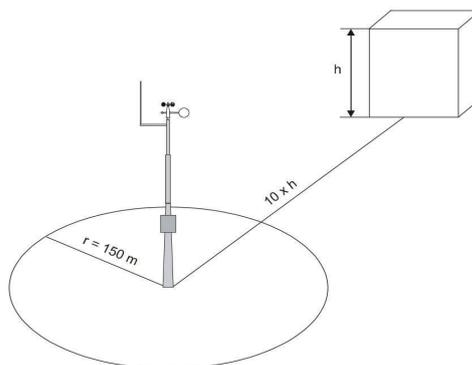

Рисунок 4 - Размещение датчика ICB120-01
Рекомендуемая минимальная длина для мачты (h), устанавливаемой на крыше здания, должна превышать высоту здания (H) в 1,5 раза. Когда диагональ (W) меньше высоты (H), минимальная длина мачта должна составлять $1,5 * W$ (Рисунок 4).